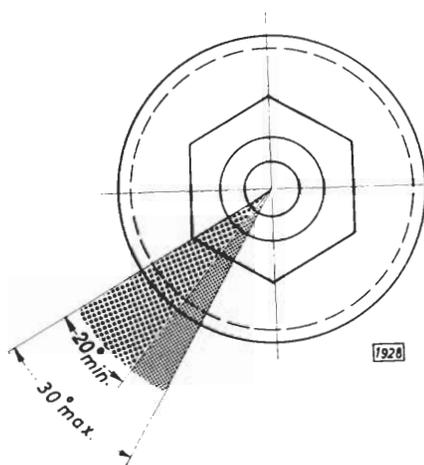

Bild 5a - Einstellschraube 20° bis 30° zurückdrehen (30° entsprechen $\frac{1}{12}$ Umdrehung)
4. Dann Einstellschraube (6/5) **20° bis 30° zurückdrehen** (Bild 5a) – entspricht etwa $\frac{1}{12}$ Umdrehung – und prüfen, ob sich die Zahnstange **über den ganzen Bereich des Lenkradeinschlages frei bewegen läßt**. Ist dies nicht der Fall, dann Einstellschraube vorsichtig so weit weiter zurückdrehen, bis gerade eine freie Beweglichkeit der Zahn-